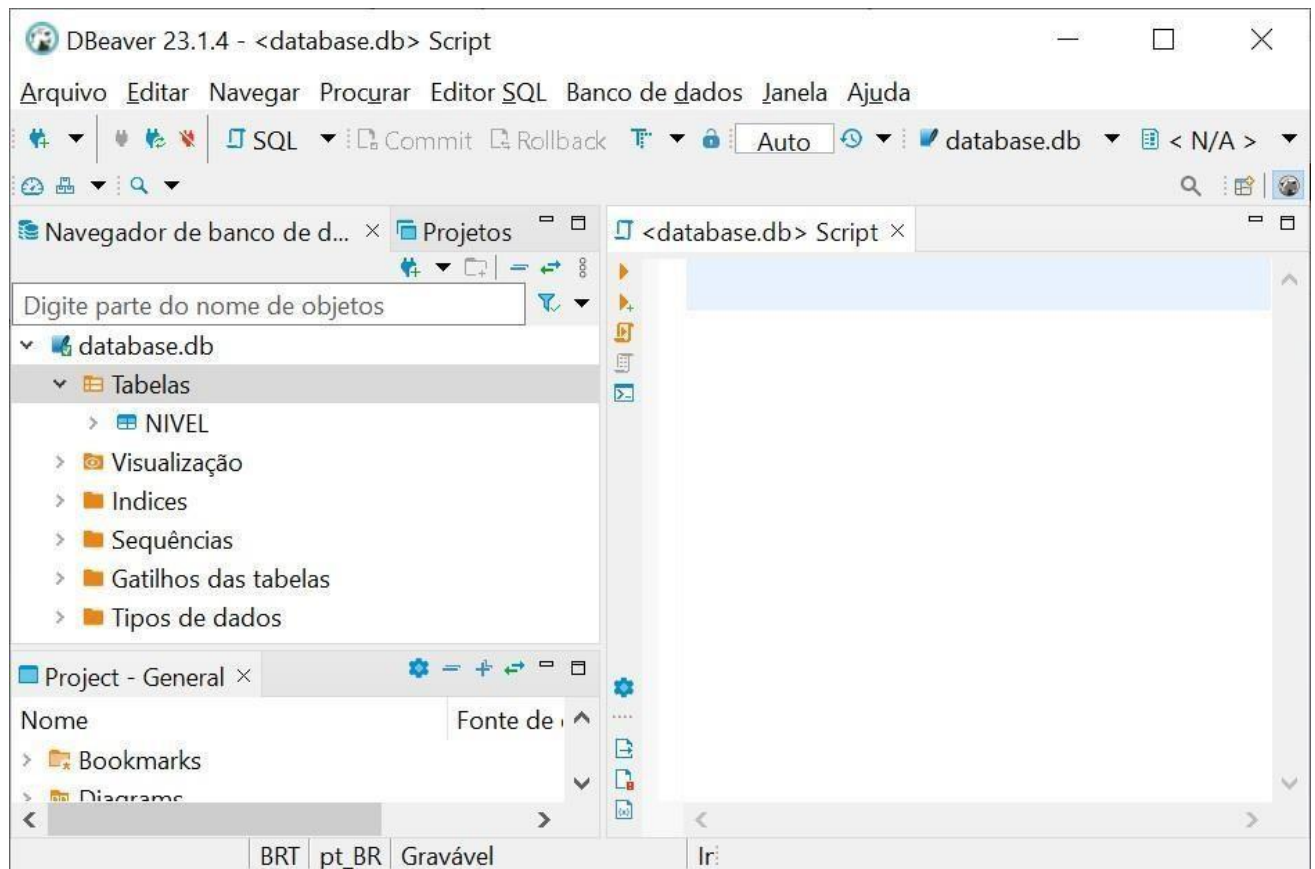

Figura 4
d) Após selecionado o arquivo “database.db”, clique em Avançar e faça o download automático do driver compatível com a base de dados SQLite, caso ele já não esteja instalado. Veja a Figura 4.